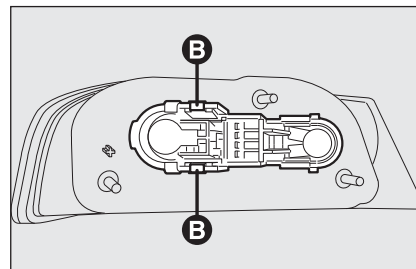

fig. 39
- extraire le groupe porte-ampoules en agissant sur les languettes de retenue **B-fig. 39**;
- insérer de nouveau le groupe porte-ampoules en le fixant correctement en position par les languettes de retenue **B-fig. 39**;